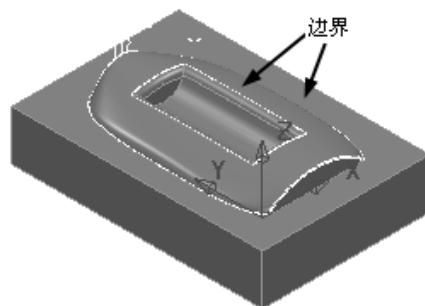

图 3-79 创建的边界 2
- 3) 在“查看”工具栏上单击“普通阴影”按钮 和“毛坯”按钮 ，隐藏毛坯后边界结果如图 3-79 所示。